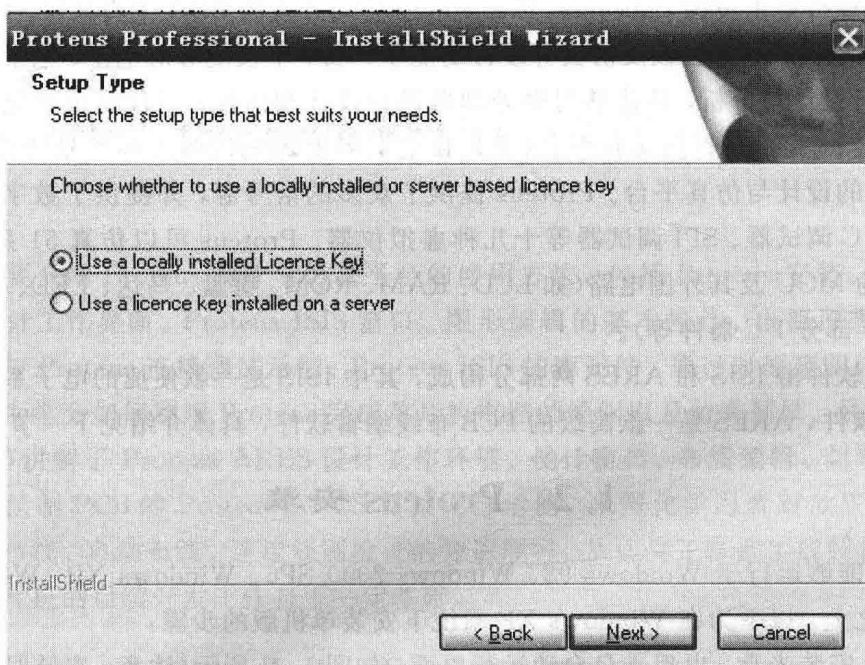

图 1-2 Proteus 安装类型选择界面
(2) 点击第二项 Install Proteus 安装软件。
(3) 进行安装类型的选择,如图 1-2 所示。